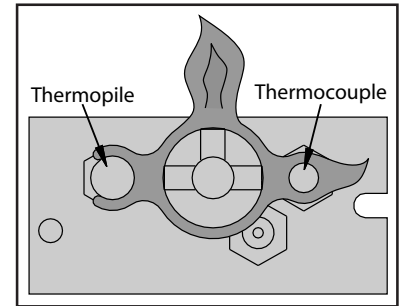

Figure 4. Pilote Light
1. Coupez le gaz de la cheminée. Si pas fait récemment, enlever le verre et laisser l'air de l'unité pendant au moins cinq (5) minutes pour laisser échapper tout le gaz. Ouvrez le gaz à l'appareil de chauffage. Test d'étanchéité de tous les joints avec de l'eau savonneuse. NE JAMAIS UTILISER UNE FLAMME NUE ESSAI.
2. Lancer le pilote en appuyant sur le bouton de commande de gaz et le tourner vers PILOT. Tout en maintenant le bouton de contrôle du gaz dans, appuyez sur l'allumeur piézo plusieurs fois jusqu'à ce que le voyant de contrôle commence. Maintenez la commande de gaz bouton pendant 30 secondes. Vérifiez que le pilote a totalement englouti l'ensemble de thermocouple (voir Figure 4).